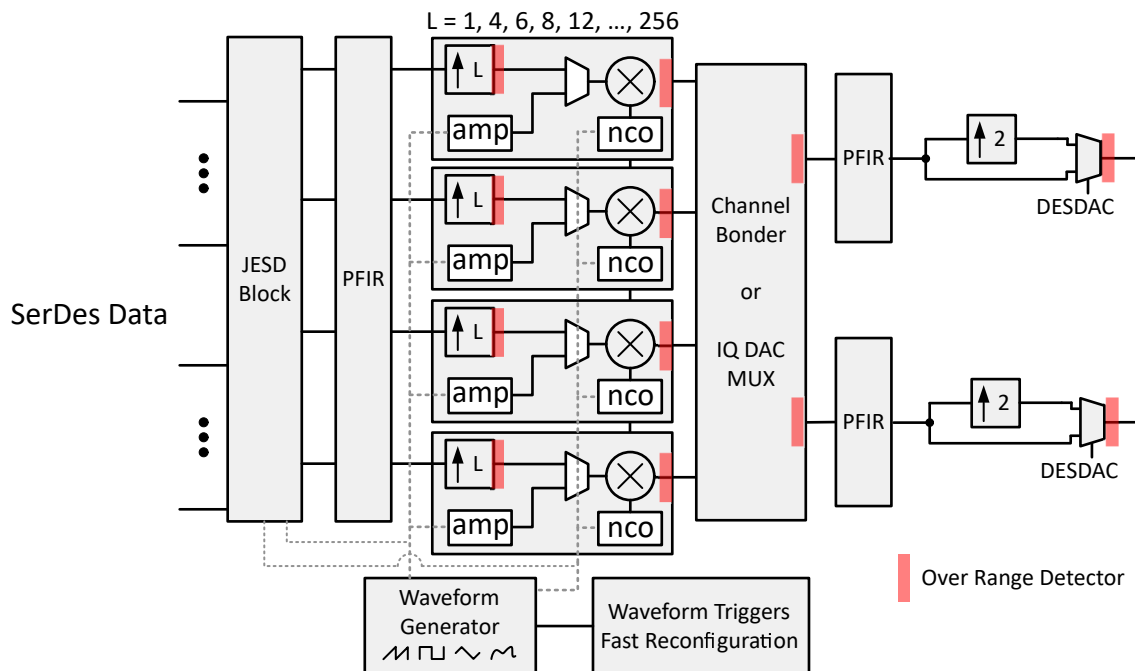

図 7-10. デジタル信号処理ブロック
図 7-10 に、デジタル信号処理ブロックを示します。このデバイスには、4 つのデジタル アップコンバータ (DUC) ブロックが搭載されており、4 つの複素 (IQ) 入力ストリームをサポートしており、異なる RF 周波数で結合できます。4 つの DUC は、柔軟に割り当てることができ、チャンネル ボンダーのいずれかの DAC 出力に合計することができます。プログラマブル FIR フィルタは、DUC への入力または DAC サンプル レートで使用できます。最後の信号処理ブロックは、DES モードで使用するための 2 による追加の補間です。